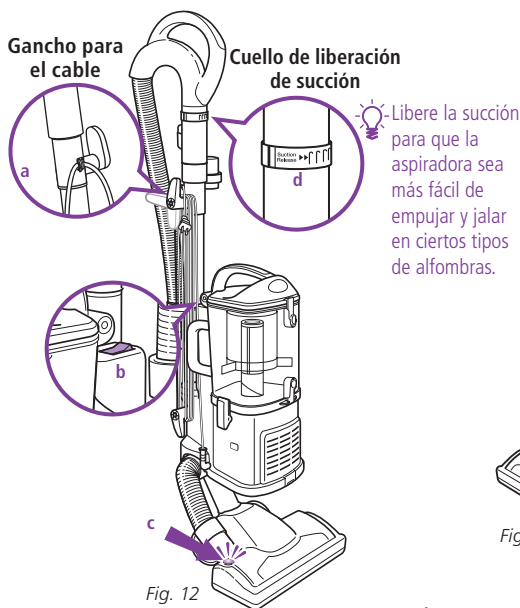

Fig. 12
- 2 Enganche el cable de alimentación en el gancho para el cable (a). (Fig. 12)
- 3 Coloque la llave de encendido (b) en la posición "I" para aspirar pisos lisos (succión únicamente) o en la posición "II" para encender el cepillo eléctrico para pisos (para aspirar alfombras y tapetes). (Fig. 12)
⚠ IMPORTANTE: La luz indicadora del cepillo eléctrico (c) se encenderá verde cuando el cepillo eléctrico esté encendido, o rojo si está trabado. (Fig. 12) Esta función está diseñada para proteger la correa permanente que mueve el cepillo eléctrico. Consulte "Verificación de obstrucciones" en la página 31.
- 5 Debido a la gran potencia de succión de esta aspiradora, en algunos casos podría ser necesario ajustar el control de succión del mango. (Fig. 12) Si la aspiradora se vuelve difícil de mover o si levanta los tapetes, ajuste el control de succión girando el cuello 90° en sentido contra horario para abrir la válvula. Gire el cuello en sentido horario para cerrar la válvula cuando necesite alta succión y para aspirar pisos.